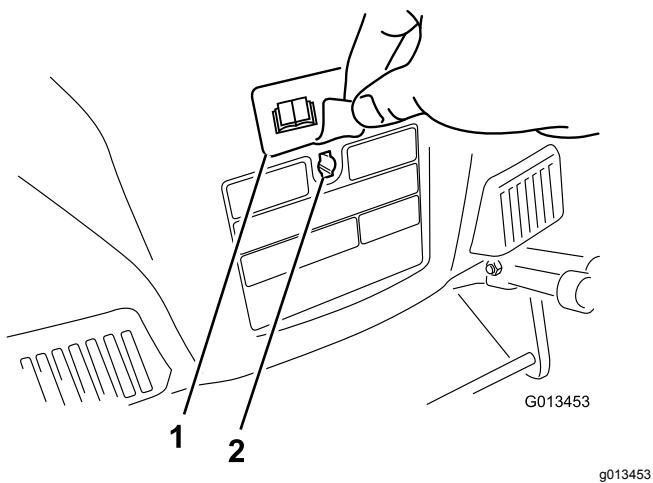

Figura 5
3. Remova o autocolante que cobre o furo na parte de trás da caixa (Figura 5).